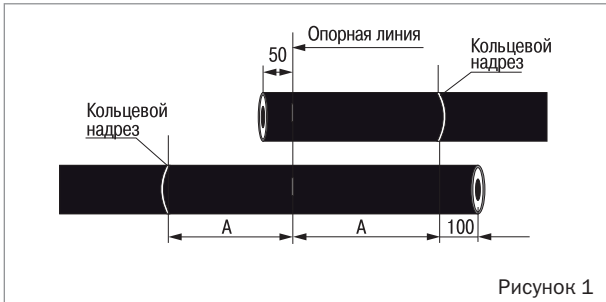

Рисунок 1
- По отметкам на кабелях (рисунок 1) выполнить кольцевые надрезы на оболочках кабелей так, чтобы не повредить элементы кабеля под оболочкой. Выполнить продольные надрезы.